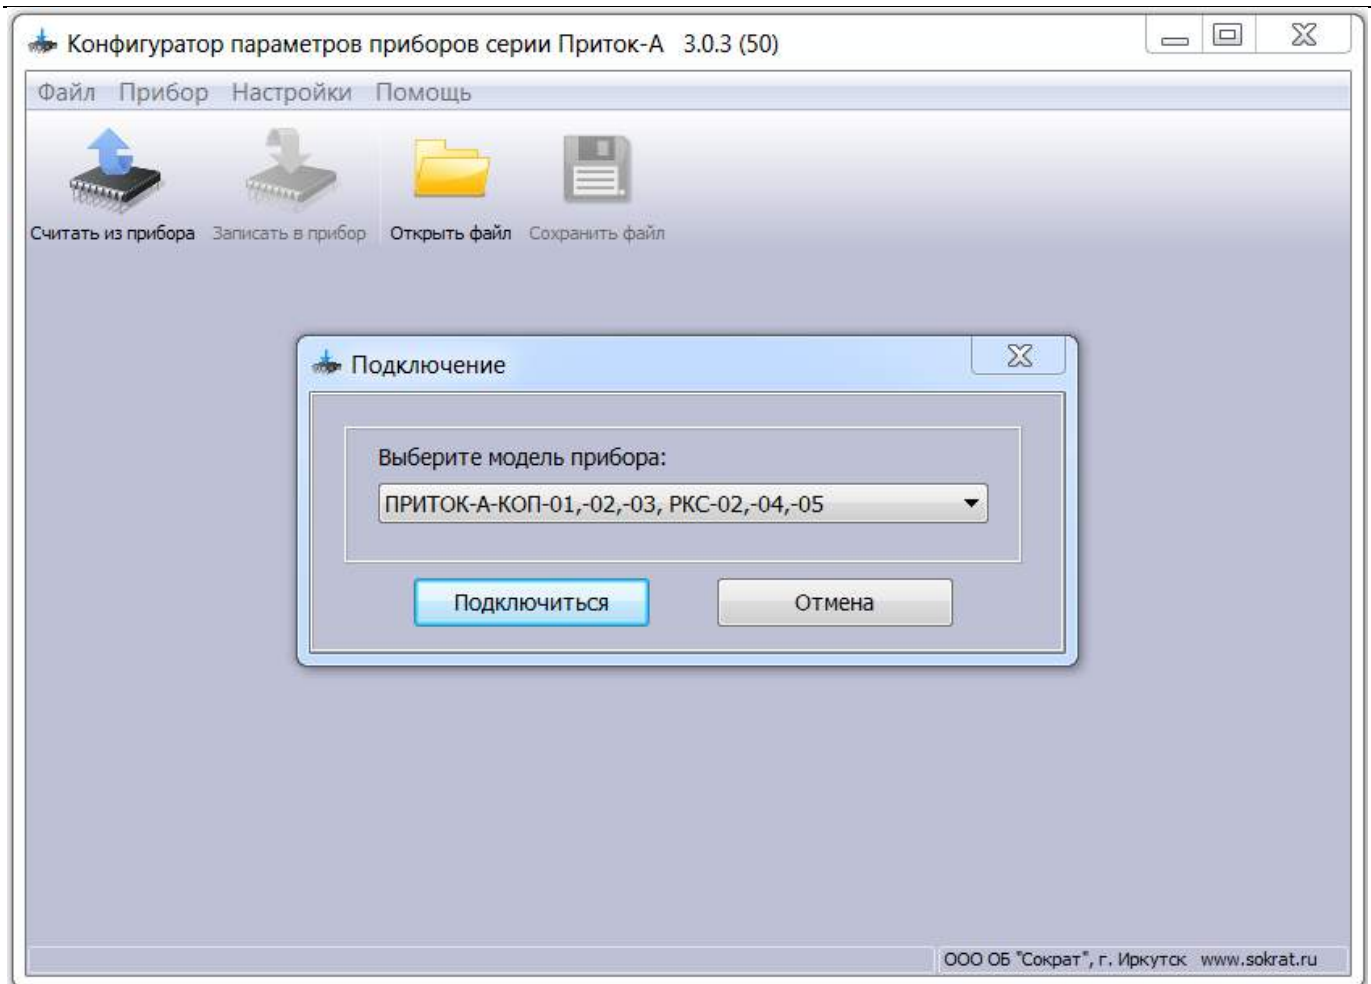

Рисунок 3
1) Подключите КОП к компьютеру с помощью стандартного кабеля miniUSB и запустите программу «Конфигуратор параметров приборов серии Приток-А». В левом верхнем углу окна программы нажмите кнопку «Считать из прибора». В появившемся окне «Подключение» выберите из списка «ПРИТОК-А-КОП-01,-02,-03, РКС-02,-04,-05» и нажмите кнопку «Подключиться» (см. рисунок 3). Дождитесь завершения чтения параметров от КОП.